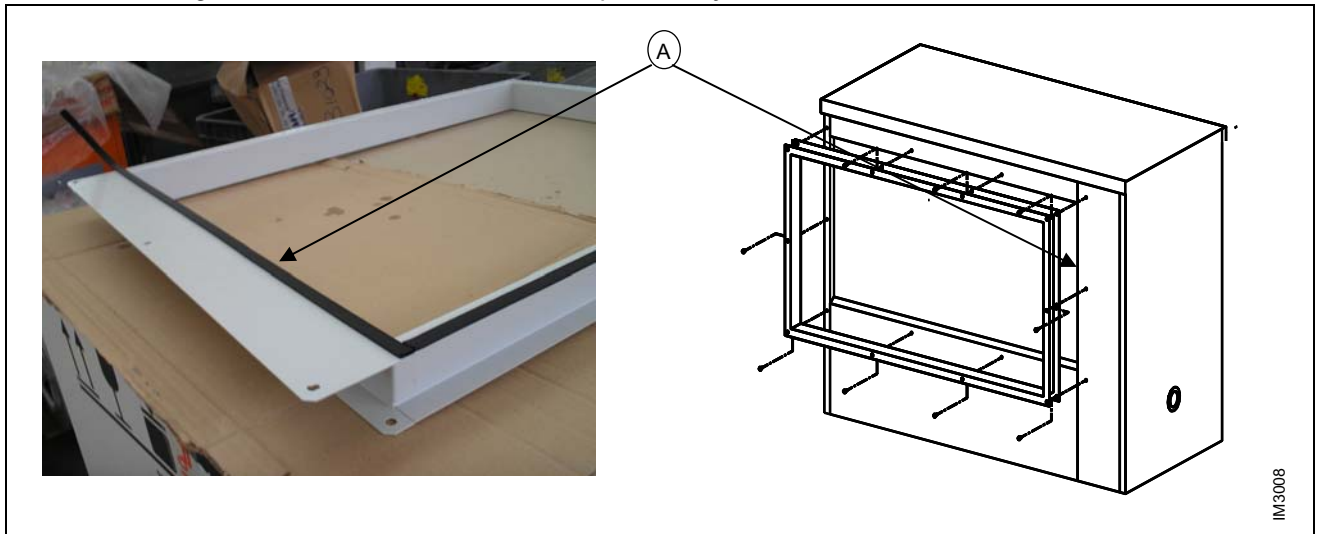

Figure 10 – POSITIONNEMENT GARNITURE DE TENUE ET MONTAGE DE LA GRILLE REFOULEMENT AIR
1. Positionner la garniture comme indiqué dans la photo de Figure 10, procéder au fixage de la grille refoulement air A utilisant les vis M4 à croix incluses dans l'emballage.